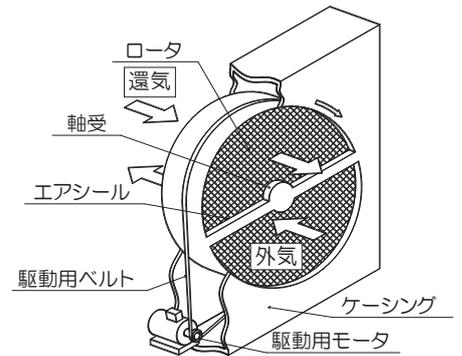

図 2-22 回転式全熱交換器
- ・吸湿効果のある素材を円盤状に成型したロータを回転させ、室内からの排気(還気)と外気を通過させます。(図 2-22 参照)